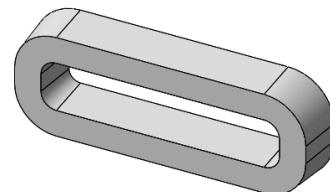

图 6-16 生成组合曲线
- [5] 单击【确定】按钮 \checkmark ，生成组合曲线，如图 6-16 所示。